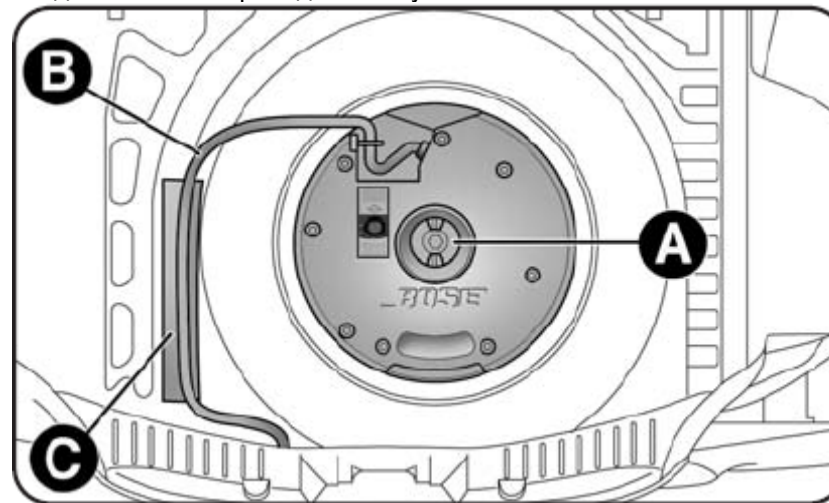

Рис. 10
- развинтить фиксатор А – рис. 10, приподнять Subwoofer, а затем снять соединительный провод В с липучки С.